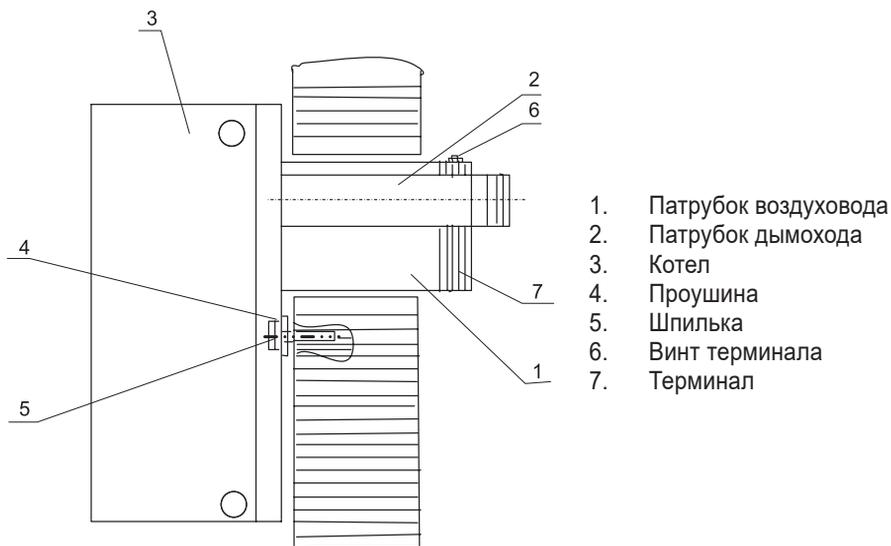

Рисунок 5. Схема установки котла
- 6.8. Монтаж котла с коаксиальным трактом выполнять в следующей последовательности согласно рис. 5: